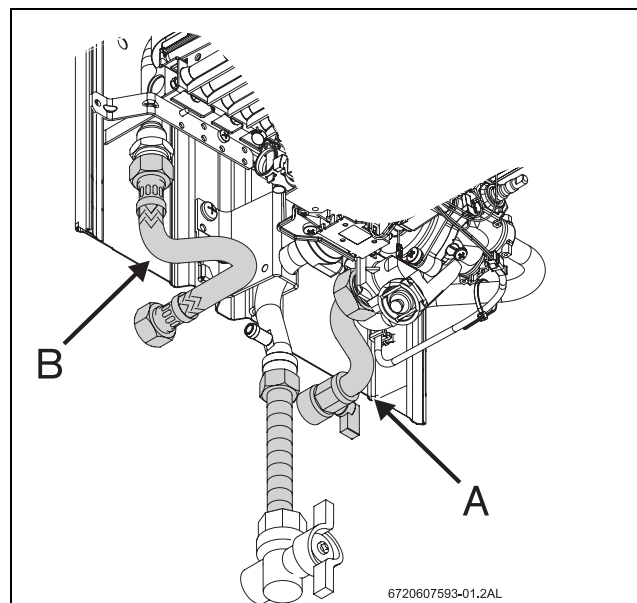

Fig. 5 Conexión del agua
- Identificar el tubo de agua fría (Fig. 5, pos. A) y el tubo de agua caliente (Fig. 5, pos. B), para evitar cualquier conexión equivocada.